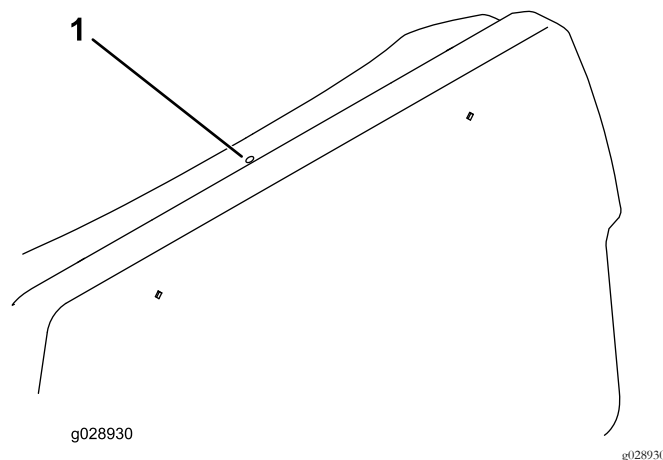

Figura 7
2. Perfore un taladro de 8 mm en el centro del tabique, a 15 mm de la línea central del tabique (Figura 7).